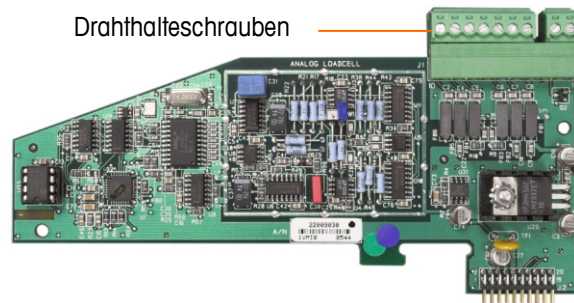
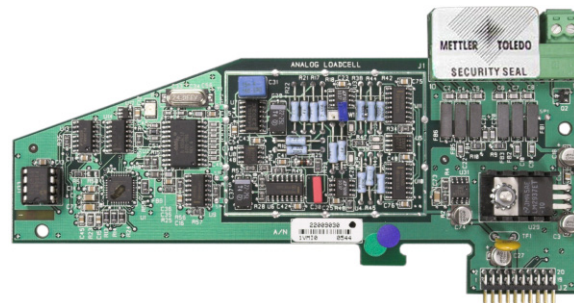

Abbildung 2-114: Ungeschützter Optionsplattenanschluss
Abbildung 2-115: Installiertes Sicherheitssiegel
3. Zum Schutz der Wägezellen-Verbindungskabel (an Optionsplatinen angebracht) muss ein Sicherheitssiegel über den Anschlüssen befestigt werden, um sicherzustellen, dass sie nicht ausgebaut oder abgetrennt werden. Das Siegel verhindert auch den Zugriff auf die in Abbildung 2-114 gezeigten Drahtalthesrauben. Abbildung 2-115 zeigt ein angebrachtes Siegel.